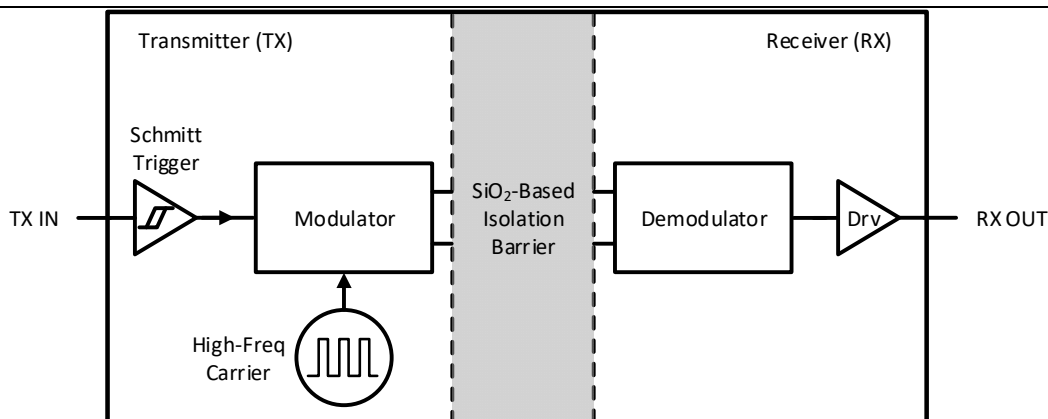
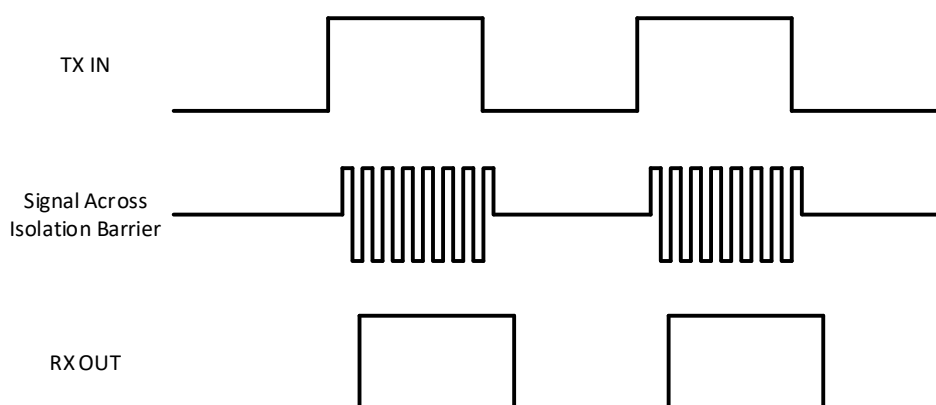

图 8-2 隔离通道的框图
图 8-3 OOK 调制方案的工作波形示意图
CA-IS1204 器件通过使用简单的开关键控 (OOK) 调制方案在基于二氧化硅的隔离层之间传输数字位流。该隔离层支持高低压域之间高达  $5000 V_{RMS}$  的电气隔离。隔离通道的框图如图 8-2 所示。如图 8-3 所示，当数字位流为高电平时，发射机 (TX) 通过高频载波对其进行调制，当数字位流为低电平时则不调制。接收机 (RX) 解调通过隔离层的信号并将其准确地恢复成数字位流。隔离通道采用全差分电容耦合架构，对共模瞬态噪声不敏感，因此可以最大化 CMTI 性能。该结构和相关电路同时提供低辐射和高磁场抗扰度。